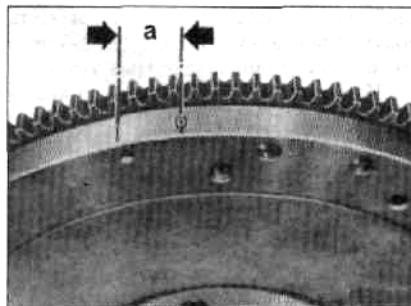

Рис. 1.12 Метка угла опережения зажигания на маховике/приводном диске - расстояние (а) должно быть 21 мм, влево от метки ВМТ (Глава 19)
ную метку на периметре нового маховика/приводного диска, так как на сменном будет только метка ВМТ (0). Налево от центра ВМТ расстояние, указанное для вашей модели и сделайте метку, используя перфоратор - см. Рисунок 1.12.